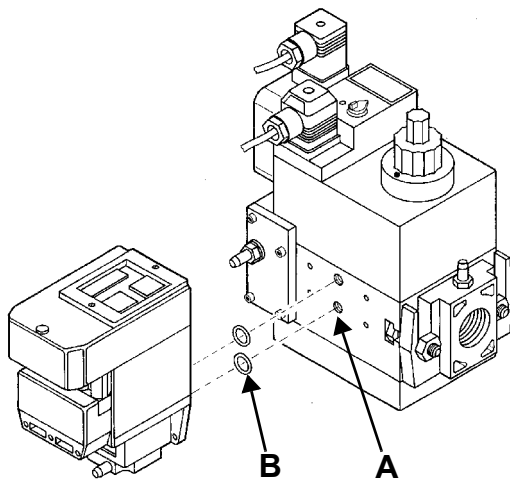
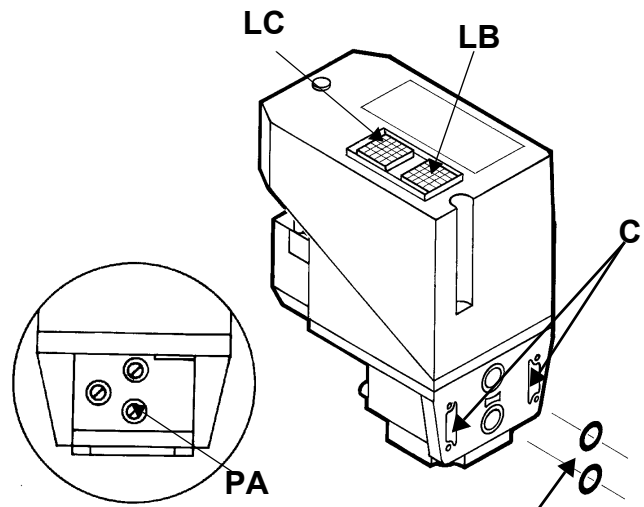

Fig. 39
Fig. 40
- 3 quitar los tornillos de cierre del grupo Multibloc (Fig. 39-A);
- 4 colocar los anillos de estanqueidad (10,5 x 2,25) en el VPS 504 (Fig. 40-B, Fig. 39-B);
- 5 apretar los 4 tornillos de control de estanqueidad (M4 x 16) Fig. 39-C.
Si se desea realizar un control, introducir un manómetro en la toma de presión **PA** en Fig. 40. Si el ciclo de prueba resulta positivo, después de algunos segundos se enciende la lámpara de consenso **LC** (amarilla). En caso contrario se enciende la lámpara **LB** de bloqueo (roja). Para reiniciar es necesario desbloquear el equipo presionando el pulsador luminoso **LB**.